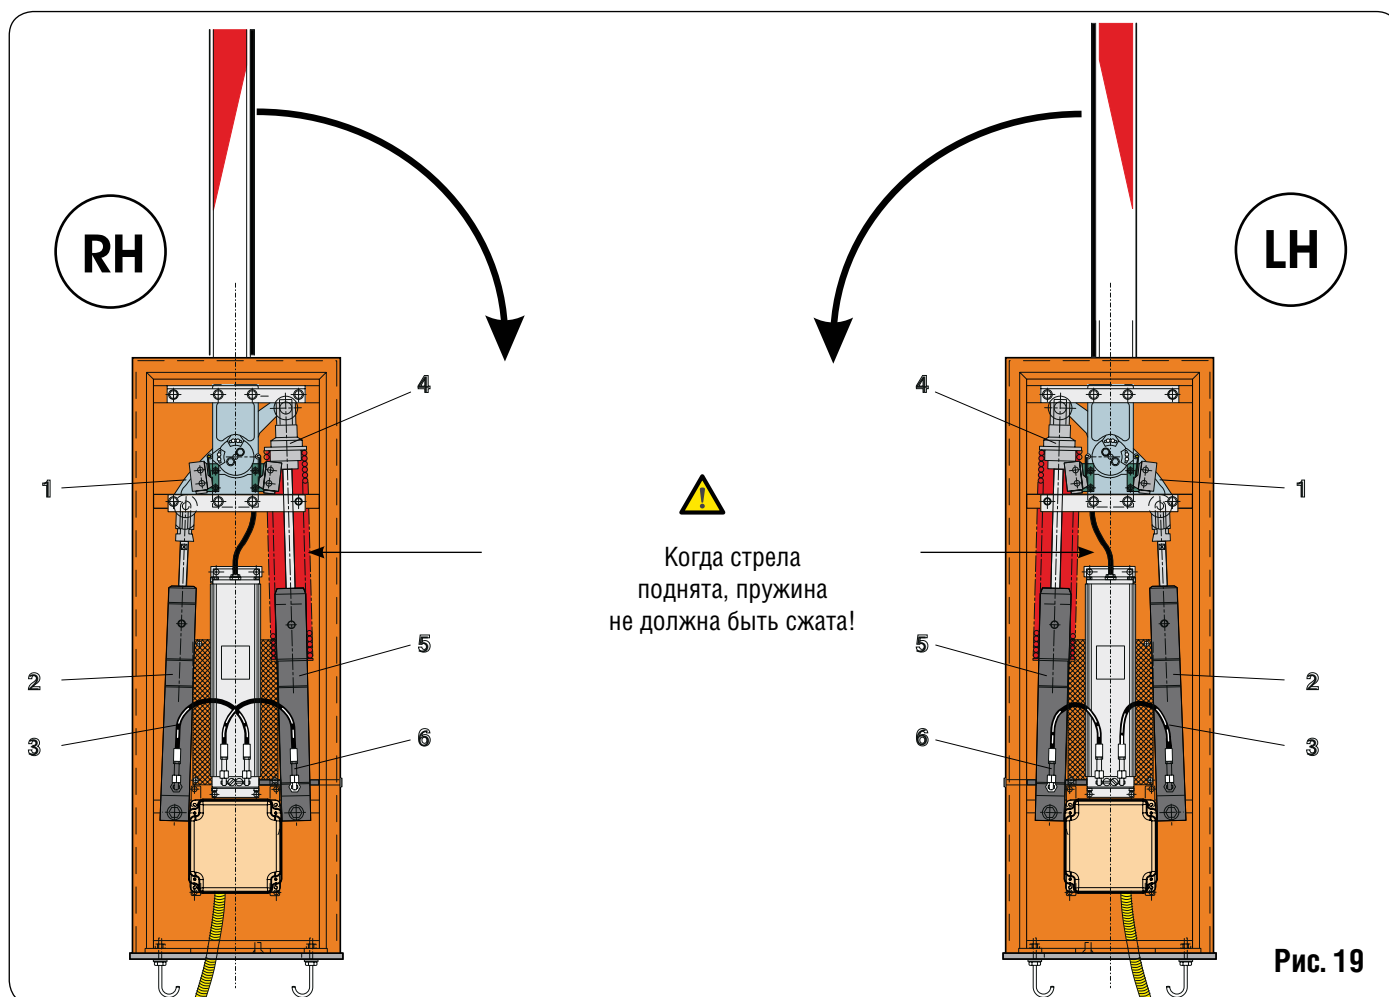

Рис. 19
5. Остоедите шланги от рабочих цилиндров (рис. 19 поз. 3 и 6)